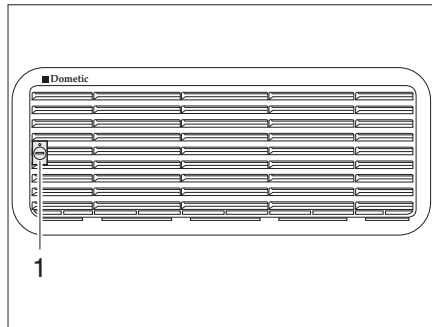
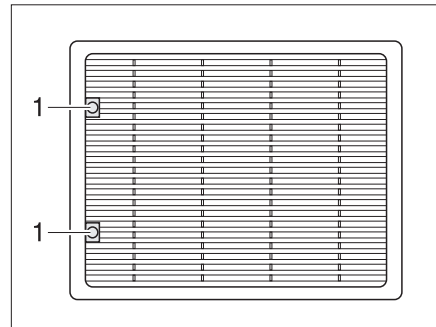

Fig. 131 Grille d'aération du réfrigérateur (Dometic petit)
Fig. 132 Grille d'aération du réfrigérateur (Dometic grand)
- Tourner la vis (Fig. 131,1 ou Fig. 132,1) d'un quart de tour à l'aide d'une pièce de monnaie.